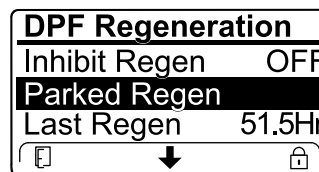

Figura 62
- Se o computador do motor pedir uma regeneração de recuperação ou se estiver a processar uma regeneração de recuperação e percorrer a opção REGENERAÇÃO EM ESTACIONAMENTO, a regeneração em estacionamento bloqueia e o ícone de bloqueio (Figura 62) surge no canto inferior direito do InfoCenter.